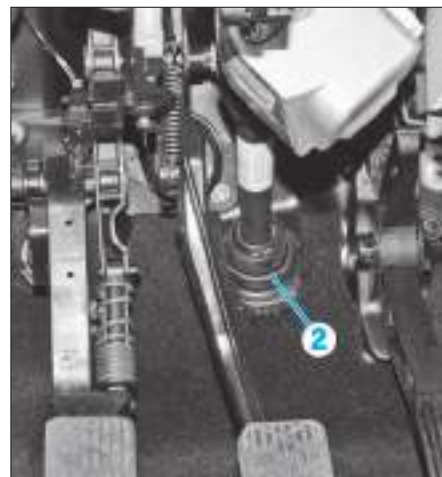

FIG. 4
- Déposer la vis (1) puis désaccoupler l'arbre de colonne de direction du boîtier de direction.
- Retirer le soufflet (2) du tablier (Fig.4).